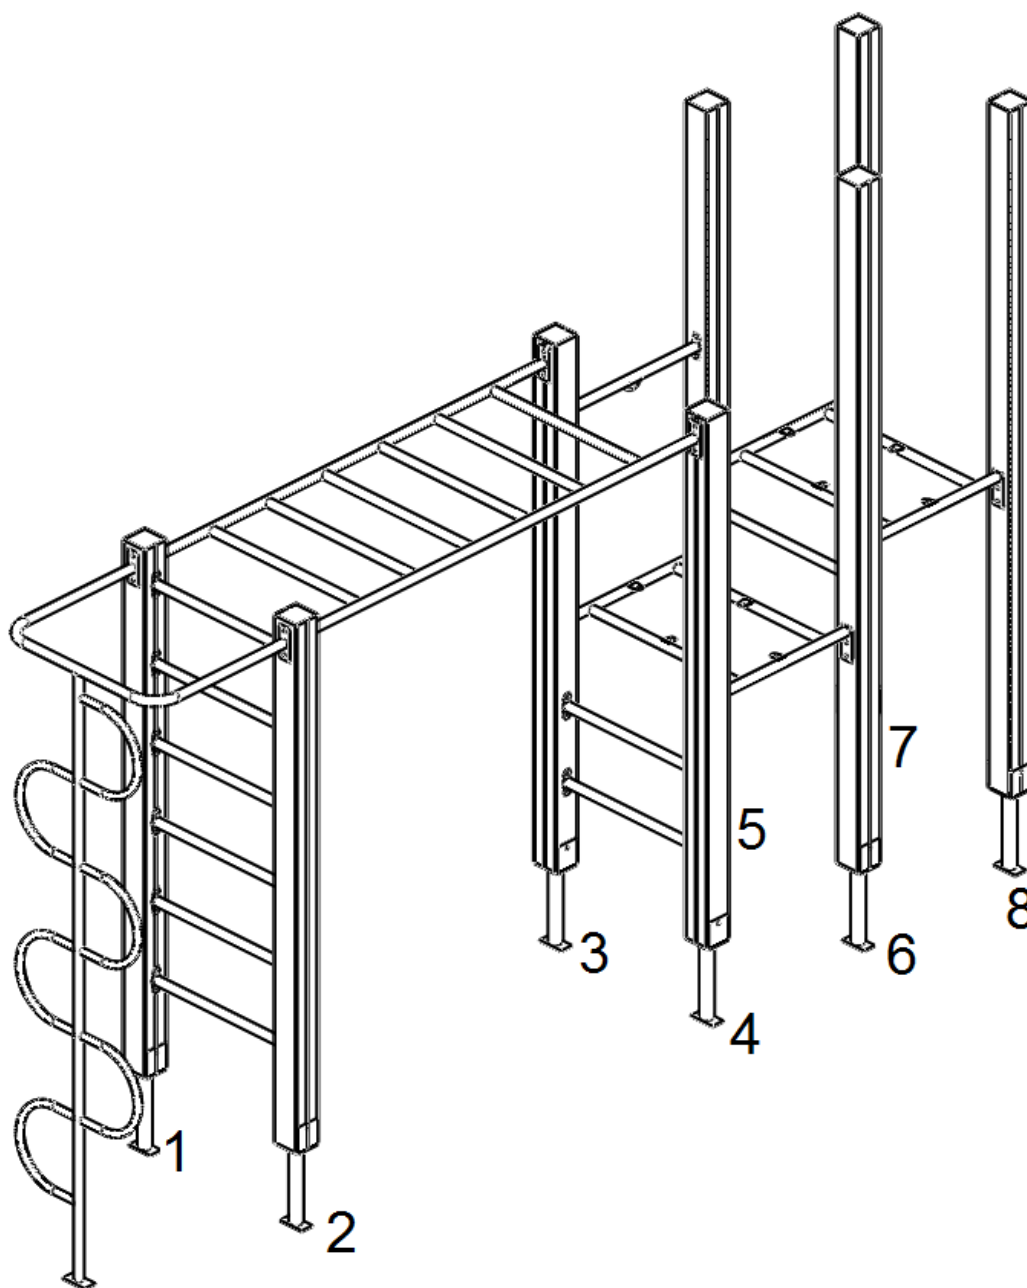

Рисунок 7
2. Установить на столбы металлические рамы пола, горизонтальную лестницу, шест «Змейка» и металлические перекладки, как показано на рис. 7.